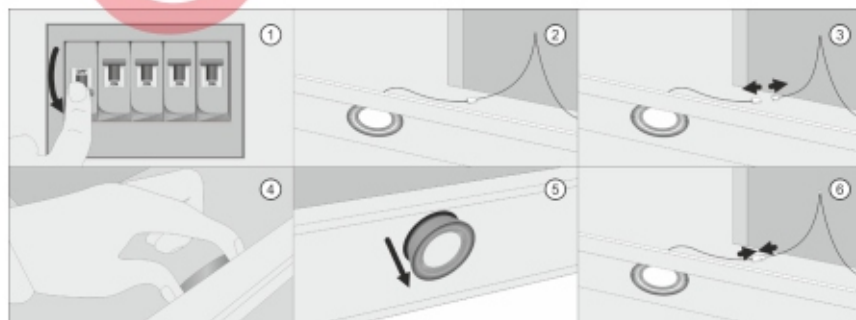

Рис. 15 Замена ламп освещения
**Перед заменой ламп следует отключить изделие от сети питания. ( Рис. 15. 1)**
1. Поднять стекло вытяжки и извлечь жировой алюминиевый фильтр; (Рис. 15. 2)
тания лампы, нажав на фиксатор на нем; ( Рис. 15. 3)
3. Изнутри вытяжки нащупать две фиксирующие пластины лампы, сжать их пальцами и вытолкнуть лампу вниз; ( Рис. 15. 4, 5)
4. Установить новую лампу того же типа и характеристик (12 В, 1,5 Вт), и последовательно подключить к питанию. ( Рис. 15. 6)